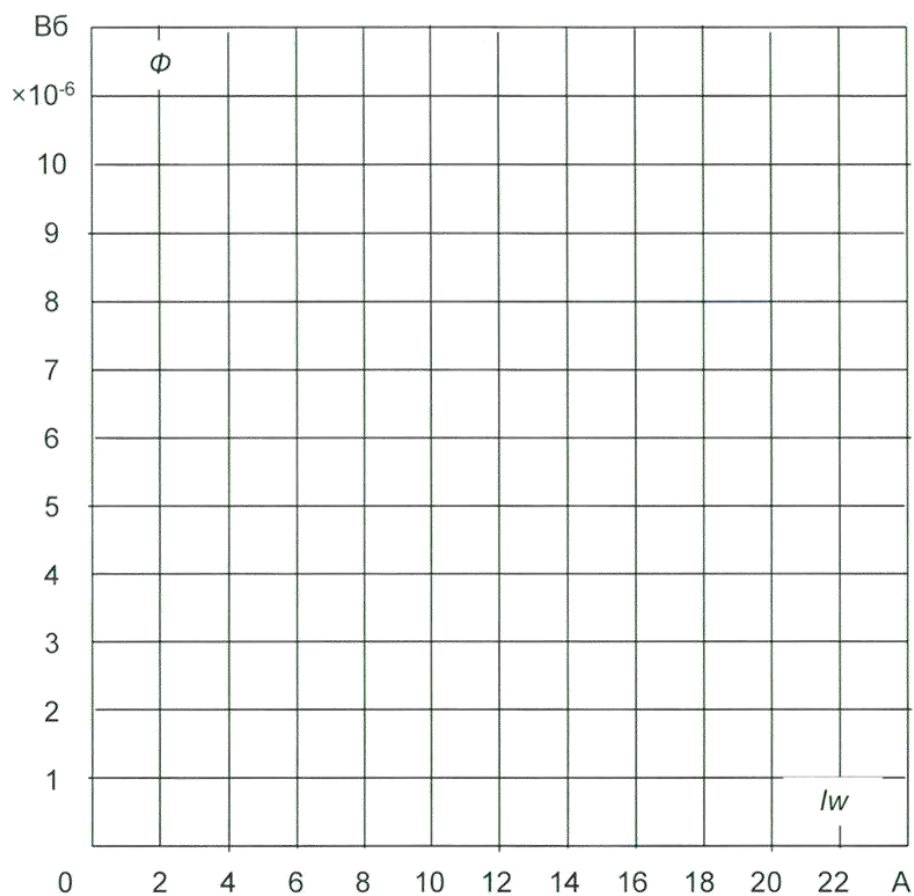

Рис. 13.6
- На рис. 13.6 постройте две рассчитанные характеристики $\Phi(I_w)$ и сравните их с опытными.